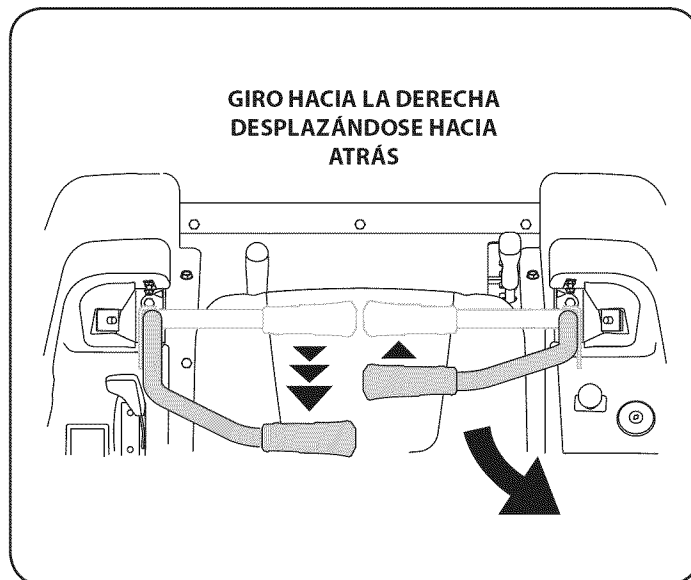

Figura 19
2. Para girar a la derecha mientras se desplaza marcha atrás, mueva la palanca de control del lado derecho hacia adelante respecto de la palanca izquierda. Vea la Figura 19.